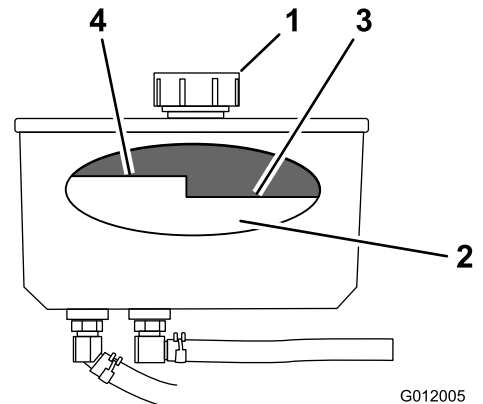

Figure 71
4. Nettoyez la surface autour du bouchon et du goulot de remplissage (Figure 71).
5. Enlevez le bouchon du goulot de remplissage (Figure 71).
**Remarque:** Lorsque l'huile est chaude, le niveau doit être en dessous du repère « à chaud » sur le déflecteur (Figure 71).